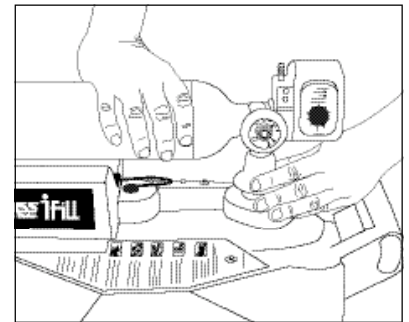

Figura 4
1. Retire el cilindro de oxígeno lleno empujando hacia abajo el collarín del puerto de llenado ubicado debajo del conector de niple del cilindro mientras usa la otra mano para sujetar el cilindro (Figura 4).
4. Efectúe uno (1) de los siguientes pasos: